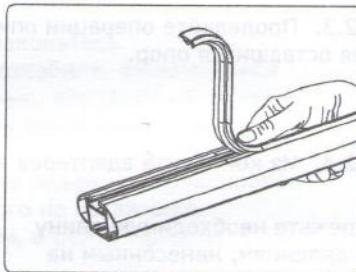

рис. 8
- устанавливая резиновую накладку в паз по всей длине дуги, не прилагайте значительных усилий, не растягивайте её (рис. 8).